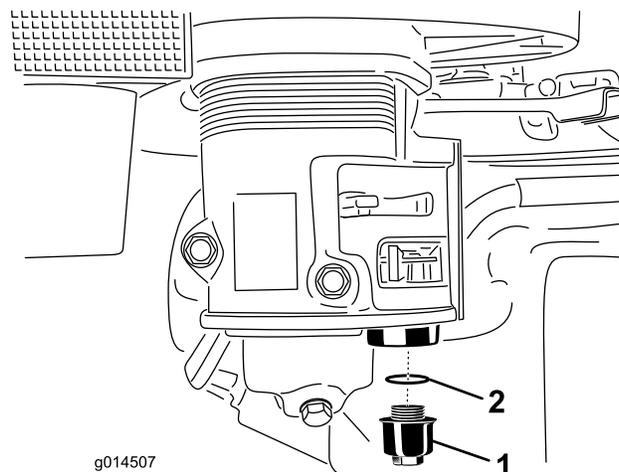

Figure 14
- Dévissez la cuvette de décantation. Veillez à ne pas perdre le joint torique (Figure 14).